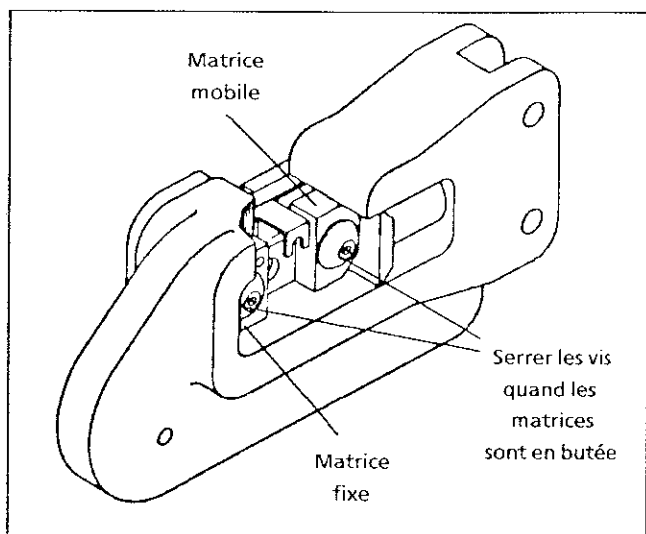

FIG.2
- g) Serrer à fond les deux vis de fixation, les matrices étant en position de butée, voir Figure 2.